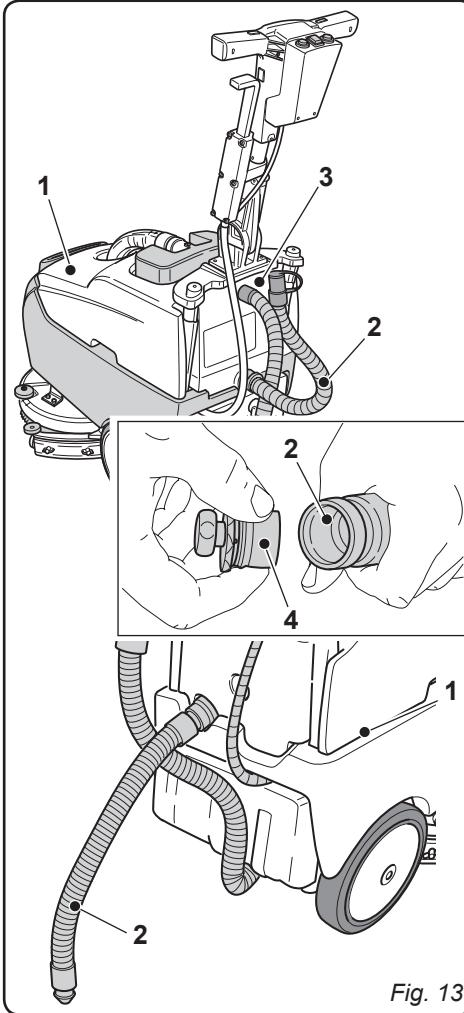

Fig. 13
10.1 VACIADO DEL AGUA DE RETORNO (Fig. 13)